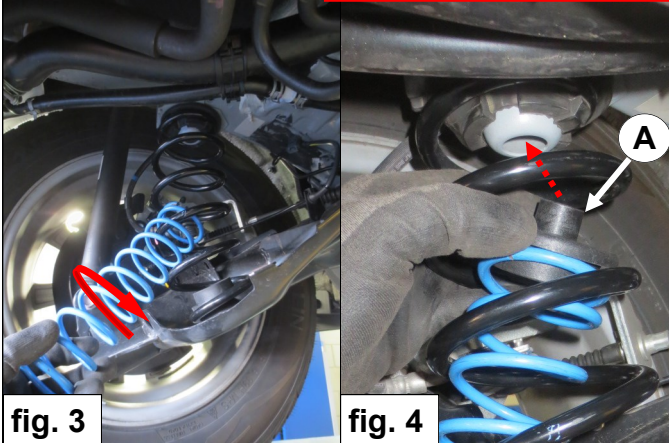

fig. 3
3. Introduisez le ressort auxiliaire **C** avec un mouvement de basculement dans le ressort principal. Voir fig. 3.
3. Ta med ytterligare fjädern **C** med en lutande rörelse i huvud fjädern. Se fig. 3.